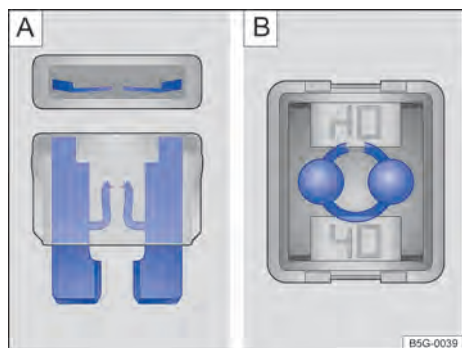

Fig. 178 Fusível queimado: [A] fusível plano, [B] fusível de bloqueio.
- Um *fusível plano* (ATO®, MINI®) queimado é reconhecido de cima ou de lado pela carcaça transparente nas faixas metálicas derretidas → Fig. 178 [A].
- Um *fusível de bloqueio* (JCASE®) queimado é reconhecido pelas faixas metálicas derretidas por cima da carcaça transparente → Fig. 178 [B].